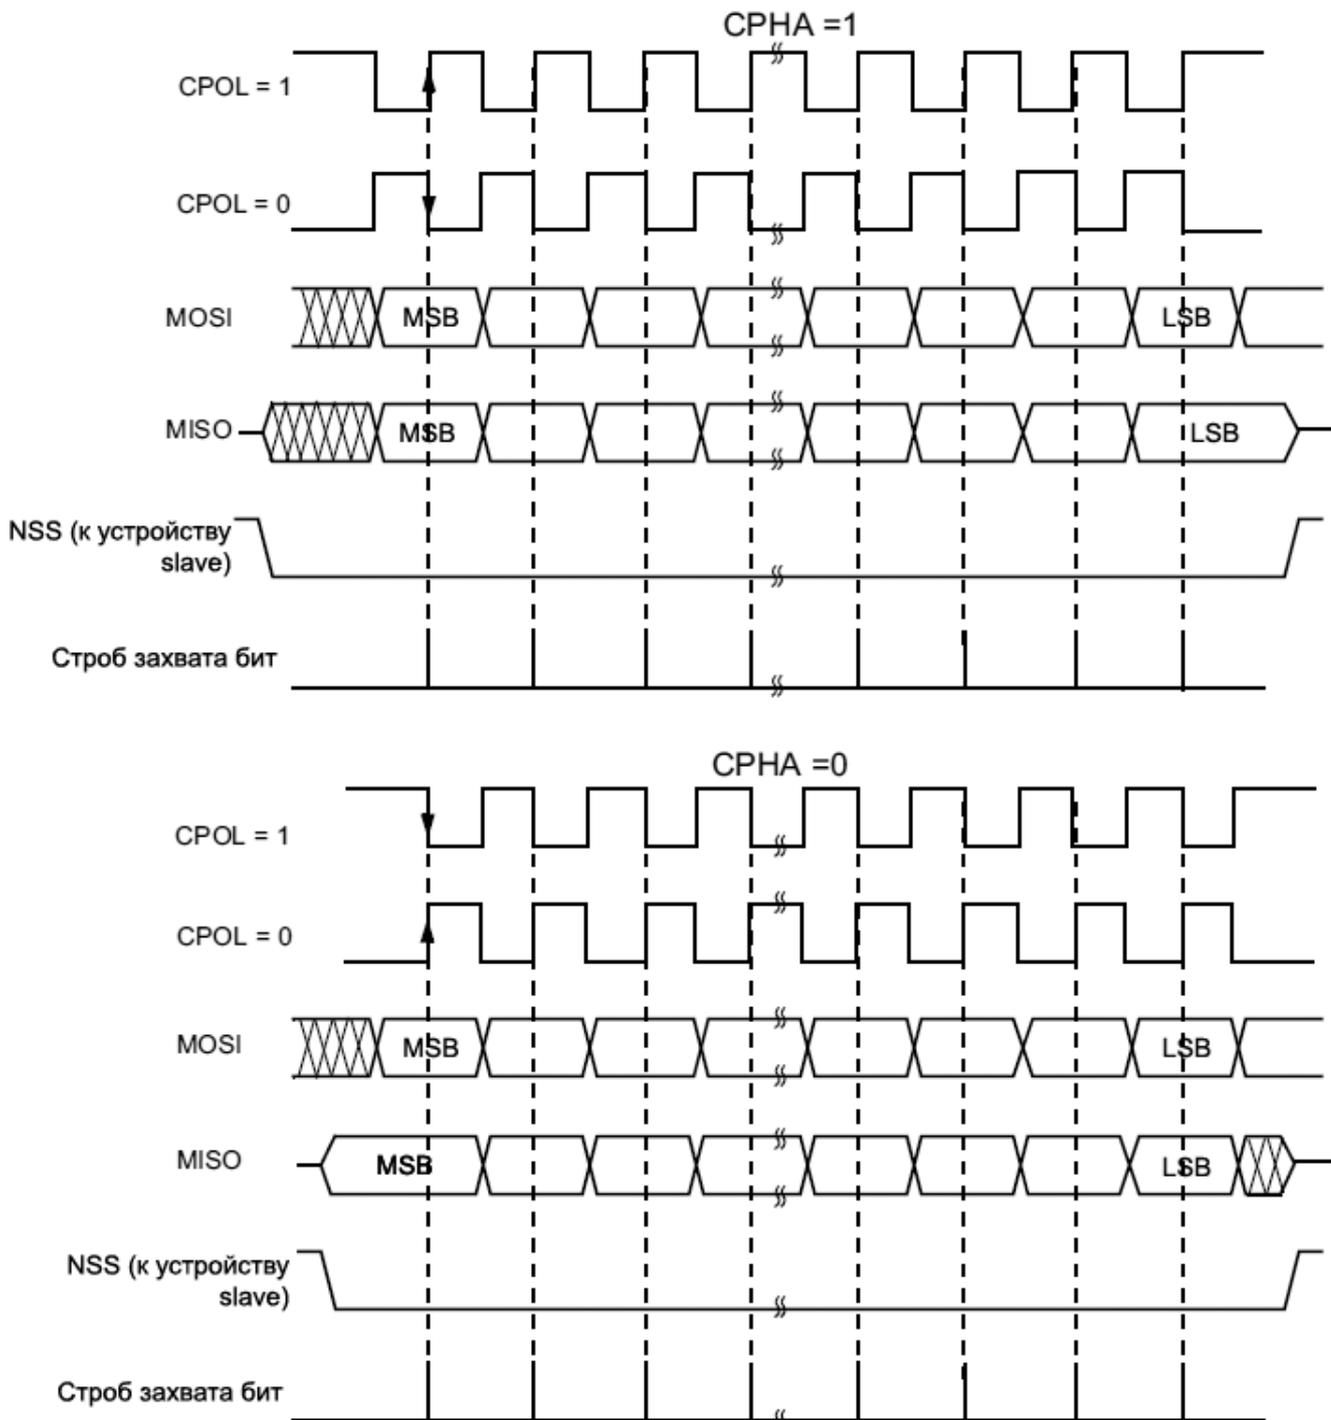

Рис. 248. Диаграммы сигналов для разных вариантов формата фрейма.
Рис. 248 показывает передачу данных SPI для всех четырех возможных комбинаций бит CPHA и CPOL. Эта диаграмма может быть интерпретирована как диаграмма сигналов master или slave, где выводы SCK, MISO, MOSI соединены напрямую между устройствами master и slave. Порядок следования бит, когда старший бит (MSB) идет первым, выбран по умолчанию (бит LSBFIRST=0 в регистре SPI\_CR1).
2. Значение бит CPOL и CPHA, чтобы определить один из 4 возможных вариантов поведения данных и тактов (см. рис. 248). Чтобы корректно передавать данные, биты CPOL и CPHA должны быть сконфигурированы одинаково у slave и у master. Этот шаг не требуется, когда битом FRF в регистре SPI\_CR2 выбирается режим TI.
2. Значениями бит  $CPOL$  и  $CPHA$  выберите один из 4 вариантов взаимодействия сигналов тактов и данных (см. рис. 248). Этот шаг не требуется, когда выбран режим TI.